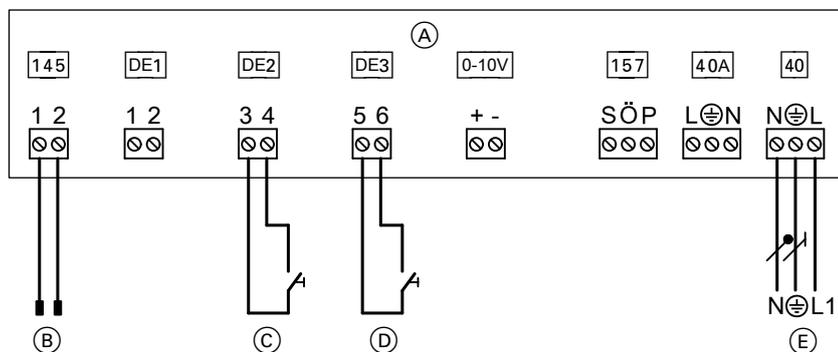

Abb. 49
- An Erweiterung EA1 gemäß Abb. 49